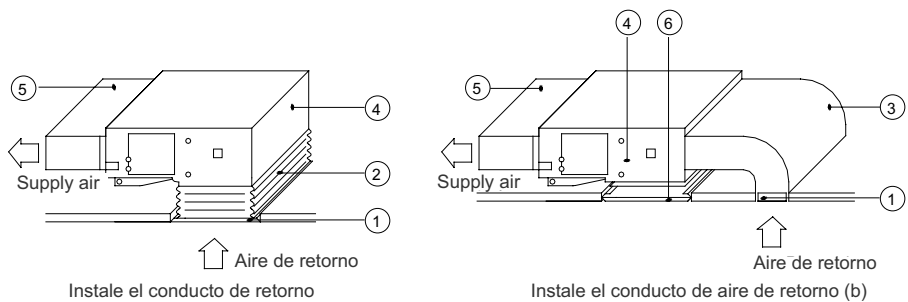

Fig.38
- (3). Si desea el aire de retorno inferior, cambie el lugar de la pestaña rectangular y la placa de la cubierta de aire de retorno.
- (4). Conecte un extremo del conducto de aire de retorno a la salida de retorno de aire de la unidad con un remache hasta la cortina de retorno de aire. Ajuste la altura, corte el conducto de lona, puede reforzarse y doblarse con un alambre de 8#
- (5). Es posible que produzca más ruido en el modo de retorno de aire que en el modo parte trasera, por lo que se sugiere instalar un silenciador en la caja de presión estática para minimizar el ruido.
- (6). El método de instalación puede elegirse según las condiciones del edificio, el mantenimiento, etc. como muestra la Fig.38.